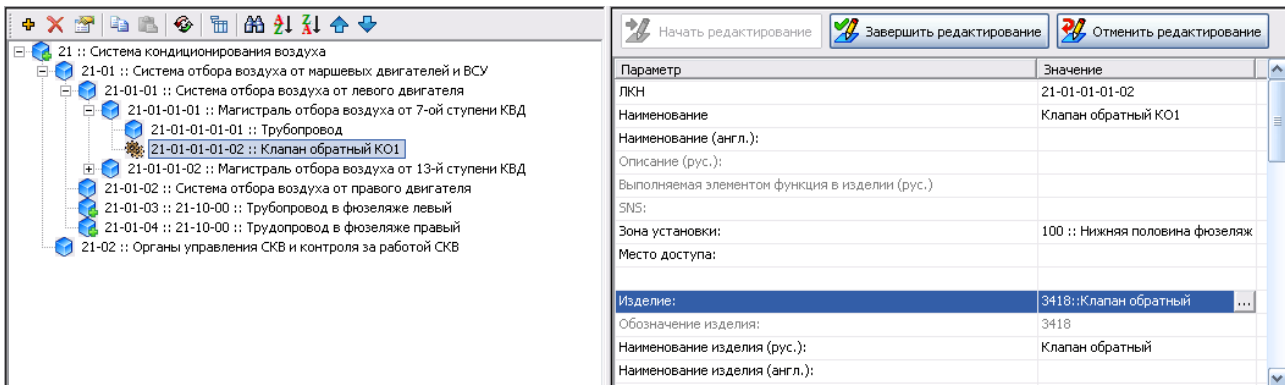

Рис. 6-45
- Сделайте щелчок левой кнопкой мыши по значению параметра «Изделие». В результате станет доступной кнопка выбора  (рис. 6-45).